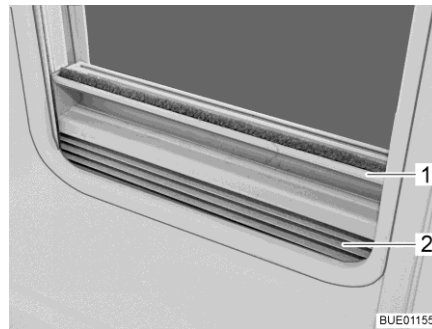

Fig. 74 Dispositif occultant plissé
- Saisir le dispositif occultant plissé (Fig. 74,2) par le centre de la barre-poignée (Fig. 74,1), le tirer du bas vers le haut et le relâcher à la hauteur voulue. Le dispositif occultant plissé reste alors à cette hauteur.